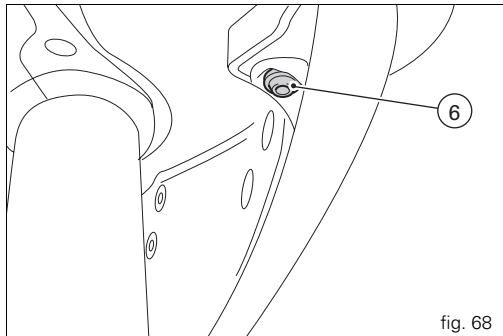

fig. 68
- les deux vis (1) de fixation aux pattes de support des carénages ;
- les six vis (2) de fixation à la bulle ;
- les quatre vis (3) de fixation au cadre ;
- les deux vis (4) de fixation du flanc droit au flanc gauche, situées sous les carénages ;
- les deux vis (5) de fixation au radiateur d'huile ;
- les deux vis (6, fig. 68) de fixation à la bulle.